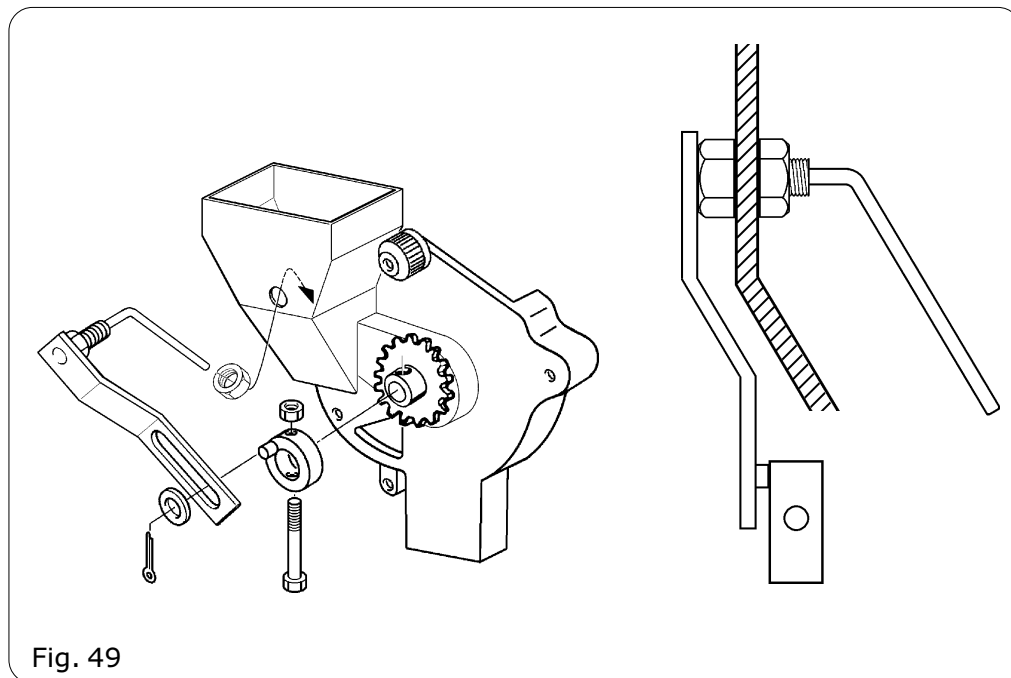

Fig. 49
- Agitatore seme per V20 (fig. 49);
- Seed agitator for V20 (Fig. 49);
- Saatgutrührer für V20 (Abb. 49)
- Agitateur de semences pour V20 (fig. 49);
- Agitador semilla para V20 (fig. 49);